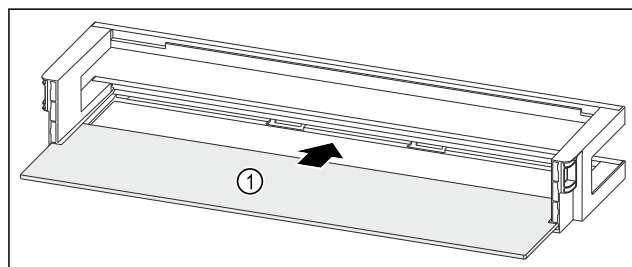

Fig. 262 Лотки на дверцятах з полицею
- ▶ Всуньте полицю Fig. 262 (1) в бокові пази.